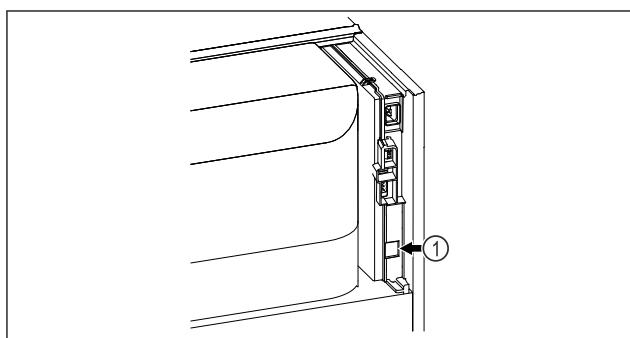

Fig. 180
- Se utiliza SmartModule Fig. 180 (1).